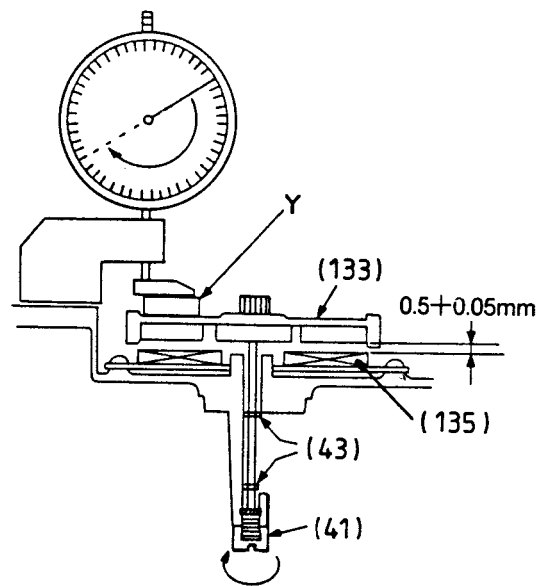

Fig. 24
- Mit der Einstellschraube (41) Abstand zwischen Capstanrotor (133) und -stator (135) auf 0,5 mm ... 0,55 mm einstellen (Fig. 24).
8.4 Adjusting the Capstan Rotor (133)
- With the adjustment screw (41) adjust the distance between the capstan rotor (133) and the stator (135) to 0.5mm ... 0.55mm (Fig. 24).
8.4 Regolazione del rotore capstan (133)
- Regolare la vite (41) finché tira il rotore (133) e lo statore (135) risulta in una distanza di 0,5 mm ... 0,55 mm (fig. 24).